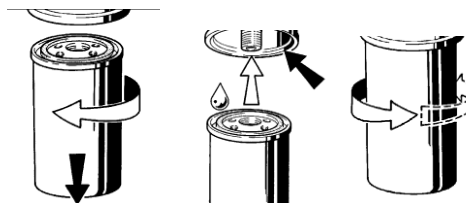

Fig. 7.2.2
(3) Ajustar la holgura de las válvulas (ver x en Fig. 7.2.2.1)
ALGUNOS MOTORES PODRIAN NO TENER EL ELEMENTO Nº 4 DE LA Fig. 7.2.2.1 EL PROCEDIMIENTO EN ESTE CASO ES EL DESCRITO A CONTINUACIÓN